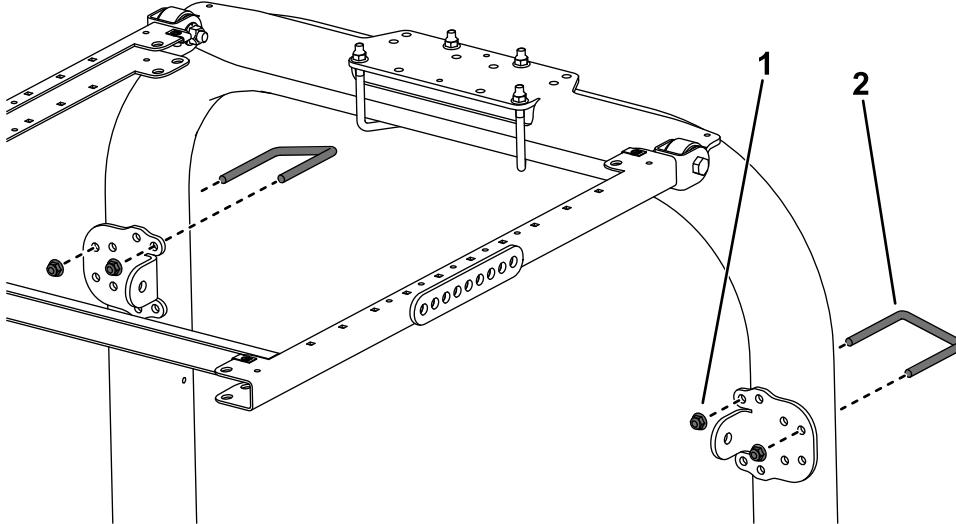

Рисунок 4
4. Используя монтажные отверстия, показанные на рис. Рисунок 4, прикрепите, не затягивая, все кронштейны подпорок к стойкам защитной дуги с помощью U-образного болта (3 1/8 x 4 дюймов) и 2 фланцевых гаек.